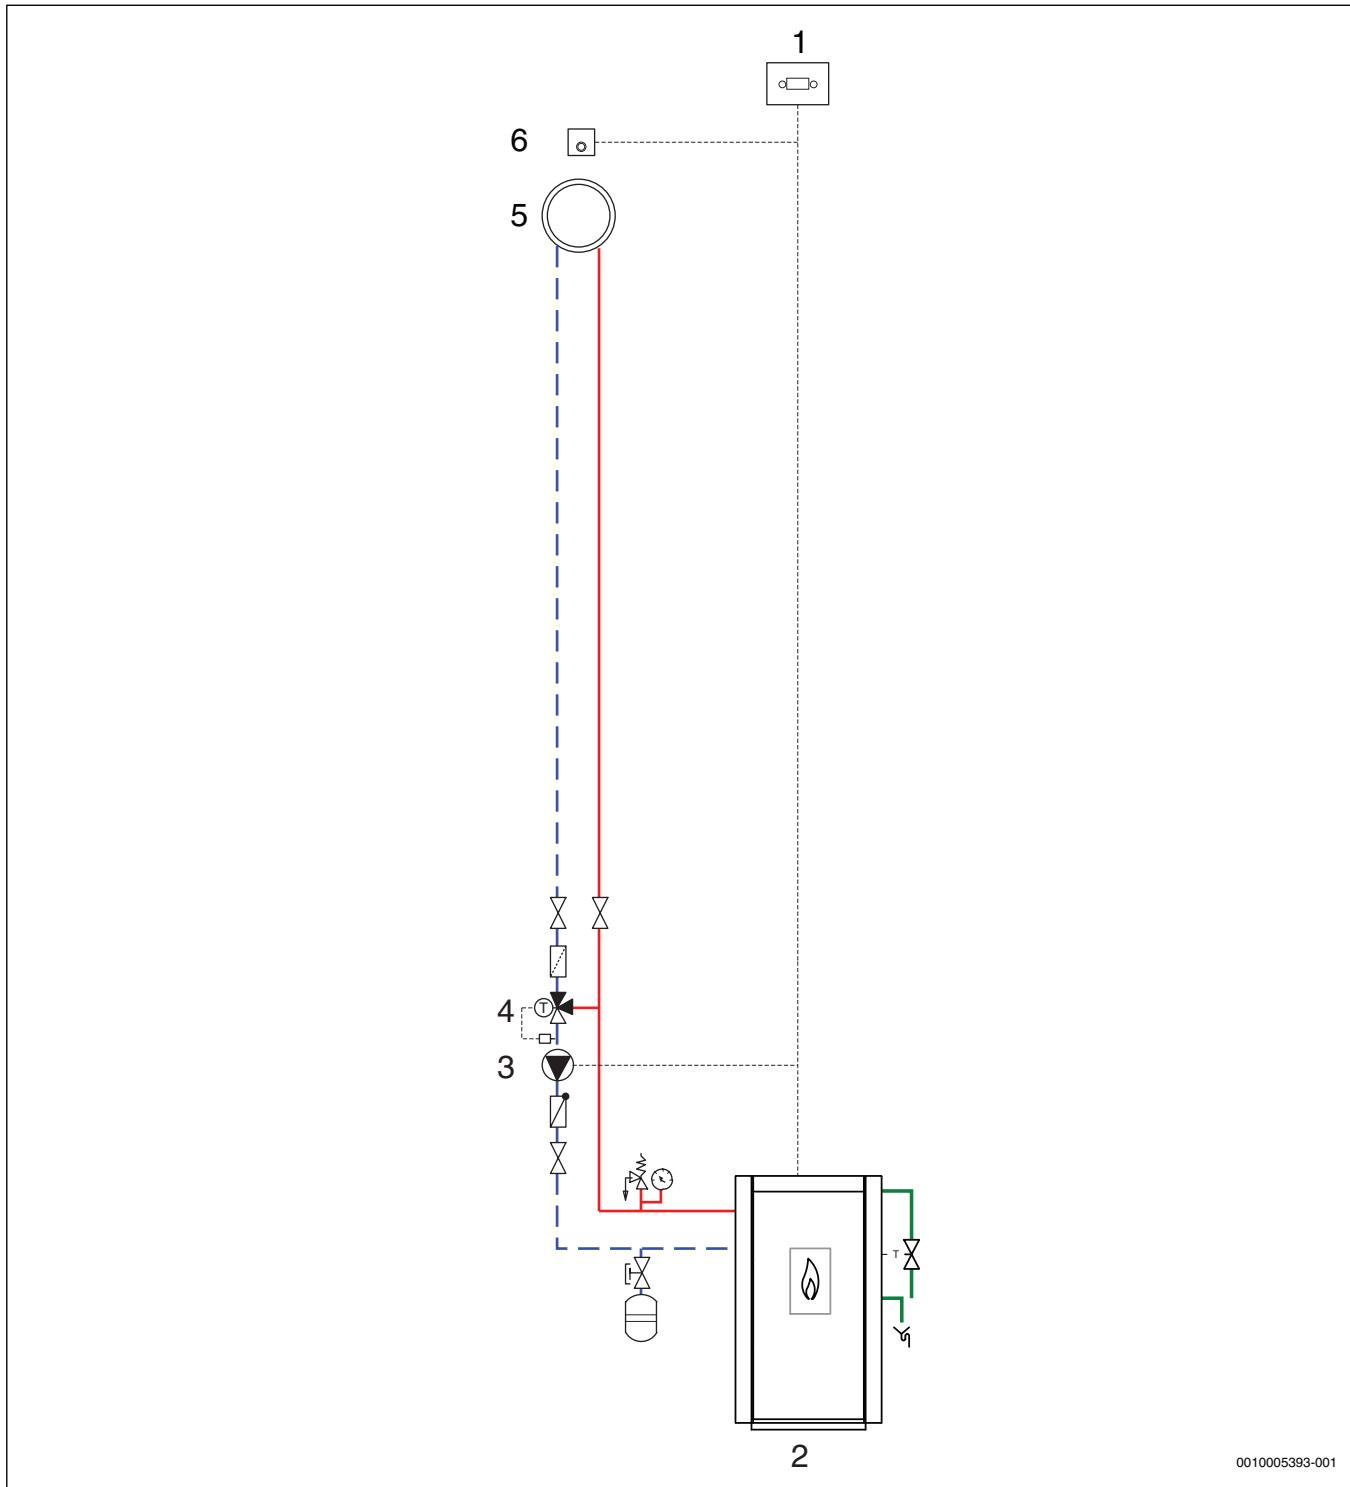

Fig. 45 Exemplu instalație 1 cu ridicare temperatură retur și circuit de încălzire neamestecat
**Legenda pentru fig. 45, 46 și 47:**